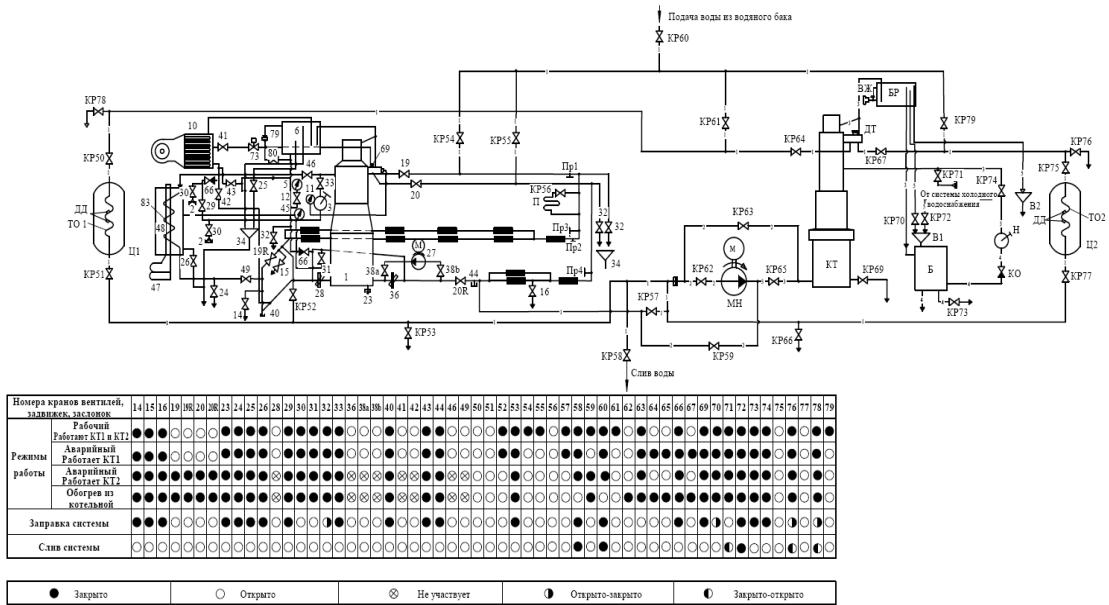

Рисунок 6 – Система отопления. Схема гидравлическая принципиальная
Режимы работы: рабочий, аварийный, заправка системы отопления, слив теплоносителя из системы отопления, номера кранов, вентилей, задвижек и заслонок и заслонок, перекрываемых в процессе работы рисунок 6 система отопления. Схема гидравлическая принципиальная.
**Для заполнения системы** следует закрыть вентили (рисунок 6) 14, 15, 16, 23, 24, 25, 26, 29, 33, 40, 43, 44, 53, 58, 60, 66, 69, 72, 73, 74, и открыть вентили 19, 19R, 20, 20R, 28, 30, 31, 32, 36, 38a, 38b, 41, 42, 46, 49, 50, 51, 52, 54, 55, 56, 57, 61, 62, 63, 64, 65, 67, 70, 71, 75, 76, 77, 78, 79.
**Для обогрева вагона-насосной станции от котла №2 в аварийном режиме** необходимо закрыть вентили (рисунок 6) 14, 15, 16, 19, 19R, 20, 20R, 23, 24, 25, 26, 29, 30, 31, 32, 33, 40, 43, 44, 53, 59, 62, 63, 64, 65, 66, 67, 69, 70, 71, 72, 73, 74, 76, 78 и открыть вентили 50, 51, 52, 54, 55, 56, 57, 58, 60, 61, 75, 77, 79.
**Для обогрева вагона-насосной станции от котла №1 и цистерн-водохранилищ от котла №2** необходимо закрыть вентили (рисунок 6) 14, 15, 16, 23, 24, 25, 26, 29, 30, 31, 32, 33, 40, 43, 44, 52, 53, 54, 55, 57, 58, 59, 60, 61, 63, 66, 69, 70, 71, 73, 74, 76, 78, 79 и открыть вентили 19, 19R, 20, 20R, 28, 36, 38a, 38b, 41, 42, 46, 49, 50, 51, 56, 62, 64, 65, 67, 75, 77.
**Для обогрева вагона-насосной станции и цистерн-водохранилищ в аварийном режиме от котла №1** необходимо закрыть вентили (рисунок 6) 14, 15, 16, 23, 24, 25, 26, 29, 30, 31, 32, 33, 40, 43, 44, 52, 53, 57, 58, 60, 63, 64, 65, 66, 67, 69, 70, 71, 72, 73, 74, 76, 78. и открыть вентили 19, 19, 20, 20, 28, 36, 38, 38, 41, 42, 46, 49, 50, 51, 54, 55, 56, 59, 61, 62, 75, 77, 79.
**Для обогрева вагона-насосной станции и цистерн-водохранилищ в аварийном режиме от котла №2** необходимо закрыть вентили (рисунок 6) 14, 15, 16, 19, 19R, 20, 20R, 23, 24, 25, 26, 29, 30, 31, 32, 33, 40,
Для слива воды из системы необходимо открыть все вентили, пробки грязевиков, оставив закрытыми вентили (рисунок 6) 58, 60, 71, 72, 76, 78.